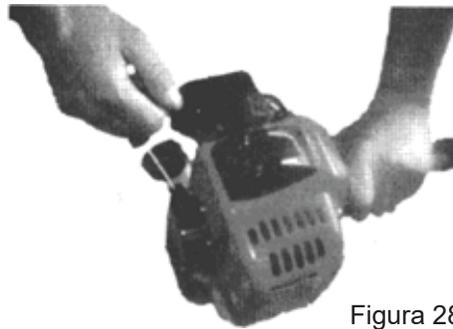

Figura 28
1. Coloque la unidad firmemente en el suelo, asegurándose de que está estable y de que el accesorio de corte está lejos de espectadores u objetos. Sosténgalo por la empuñadura en el tubo externo con su mano izquierda, agarre la cuerda del arrancador con su mano derecha. Vea la Figura 28